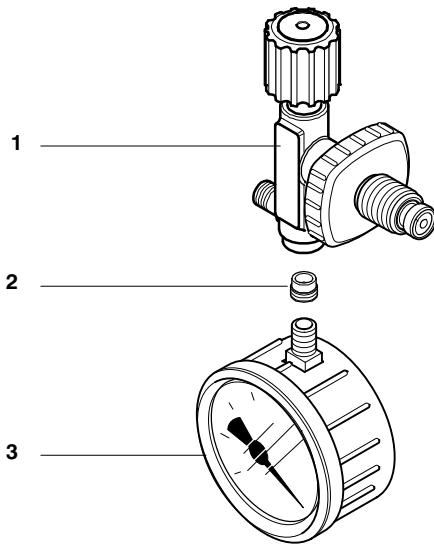

Abb. 22 Sinterfiltereinsatz
- Manometer (3, Abb. 22) aus dem Füllventilkörper (1) heraus-schrauben.
- Sinterfilter (2) mit einem geeigneten breiten Schraubendreher heraus-schrauben.